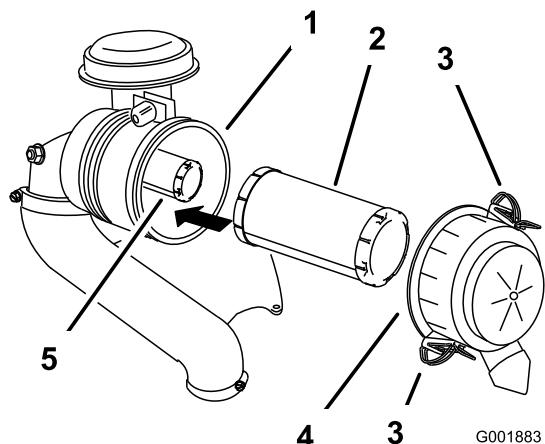

Figura 45
5. Extraiga con cuidado el filtro primario del cuerpo del limpiador de aire (Figura 45).
2. Si va a cambiar el filtro de seguridad, deslícelo cuidadosamente en el cuerpo del filtro (Figura 45).
3. Deslice cuidadosamente el filtro primario por encima del filtro de seguridad (Figura 45).
4. Instale la tapa del limpiador de aire con el lado que lleva la palabra **up** hacia arriba, y fije los cierres (Figura 45).